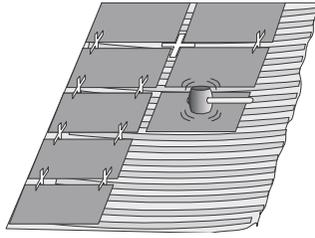

Рисунок 7 - Корректирование положения плитки с помощью резинового молотка.
4.2.14 При облицовке полов положение крупных напольных плиток корректируется с помощью резинового молотка (см. рисунок 7).